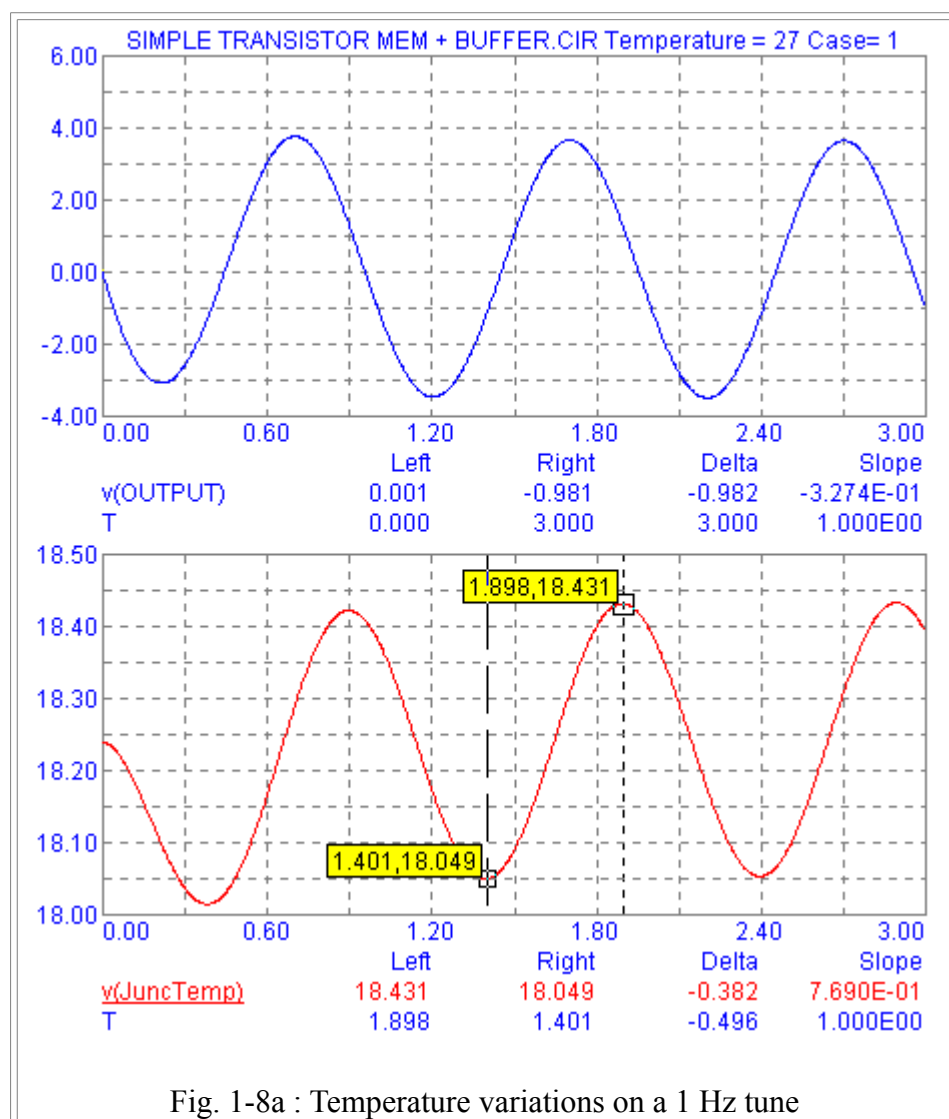

Fig. 1-8a : Temperature variations on a 1 Hz tune
- 1Hz at 2.83VRMS (Fig. 1-8a) not a common frequency per se in music, but on the order of magnitude of the variations of the power envelope of the signal, which influences power dissipation in Q1. On Fig. 1-8a, we see the junction temperature varies of 0.38°C peak-to-peak, which would translate into a 2.42V output drift.
- 1 Гц на 2.83VRMS (рис. 1-8a), не общий частотный таковой в музыке, но на порядок вариаций мощности огибающей сигнала, который влияет на рассеивание мощности в 1 квартале. На рис. 1-8a, мы видим, температура перехода меняется 0,38 ° C пик-пик, который будет переводить в выходной 2.42V дрейфа.